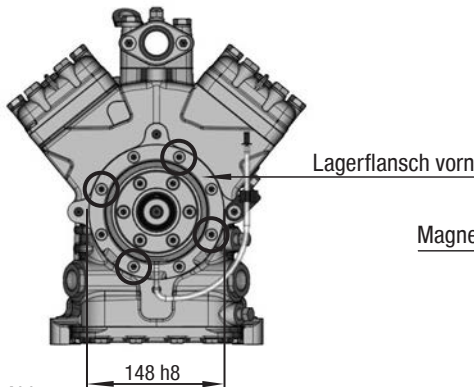

Abb. 8
- Zur Aufnahme des Magnetfelds der Elektromagnetkupplung besitzt der vordere Lagerflansch einen Passsitz $\varnothing 148 \text{ h8}$ (siehe Abb. 8).
- Für die Montage des Magnetfelds 4 Zylinderschrauben M8 am Lagerflansch lösen (s. Abb. 8).